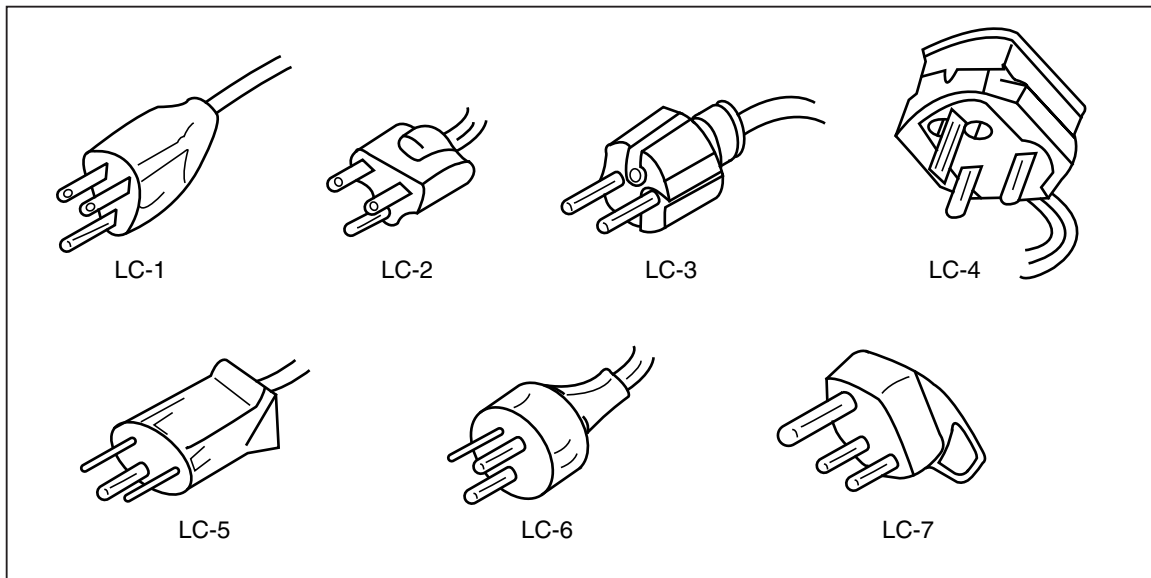

Рисунок 2-3. Типы шнуров питания, поставляемых компанией Fluke
3. Вставьте шнур питания в трехштырьковую розетку с соответствующим заземлением. На рис. 2-3 показаны типы шнуров питания, поставляемых компанией Fluke. В таблице 2-2 приведены описания шнуров питания.